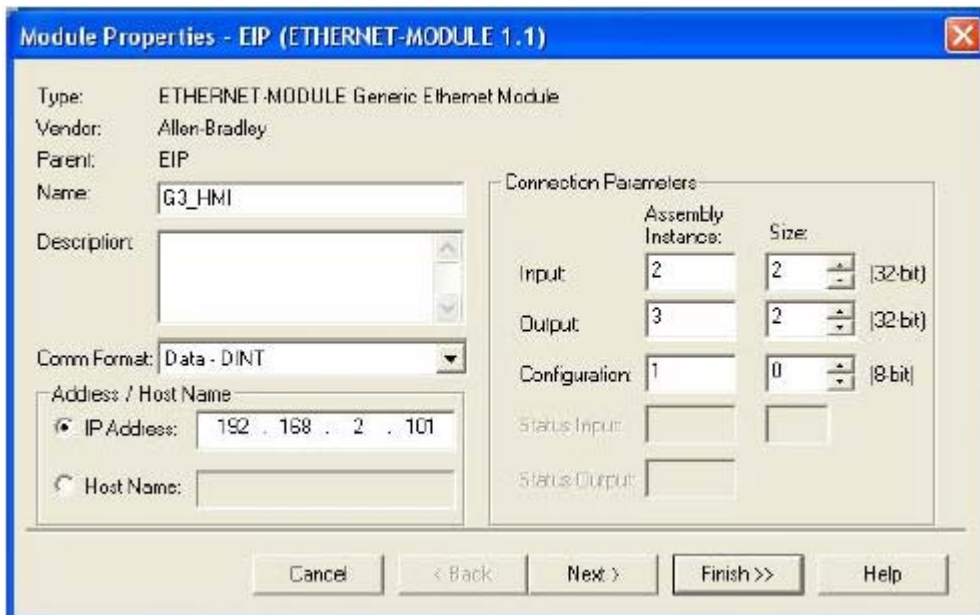

FIG.73. Proprietà del modulo Ethernet
- d. Fare clic su OK. A questo punto si aprirà la finestra Module Properties. Vedere la FIG.73.
- e. Nel campo Nome, inserire un nome descrittivo per identificare il modulo. Vedere la FIG.73.
1. **Impostazioni Ethernet.** Impostare l'indirizzo IP su 192.168.2.101. Ciò dovrebbe corrispondere all'indirizzo/nome di host immesso in FIG.73.